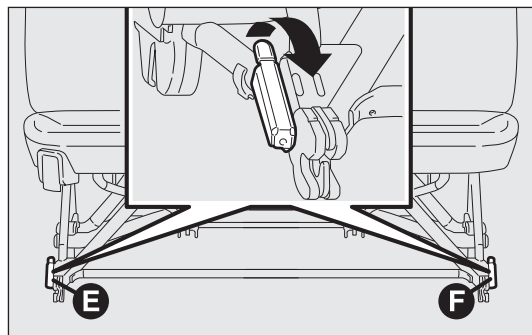

fig. 35
- dalla posizione verticale, agire sulle leve E e F-fig. 35 ruotandole verso l'alto;